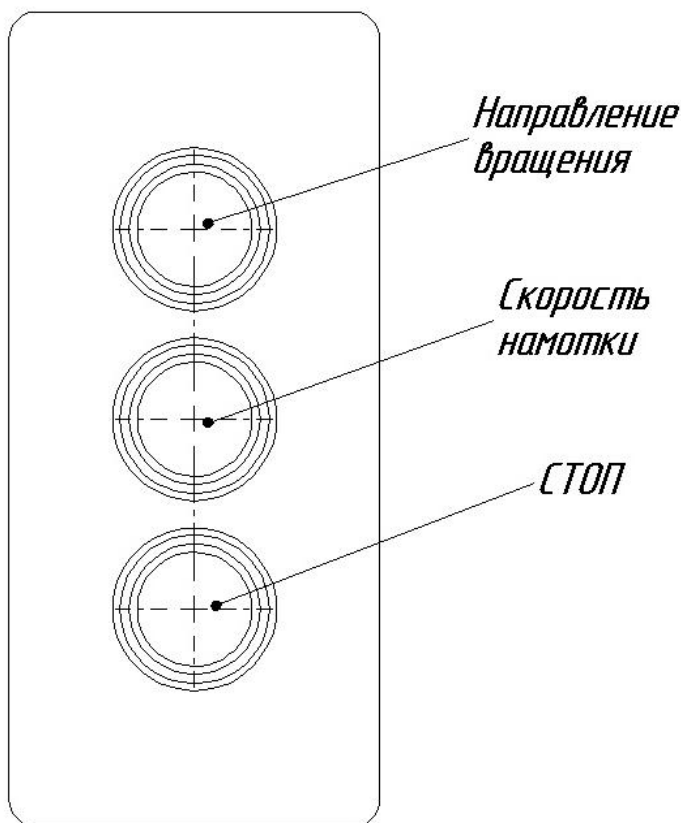

Рис. 2. Пульт управления
4. Запустить приёмное устройство. Для этого, однократно воздействуя на рычажок «Направление вращения» пульта управления (рис.2) выбрать направление